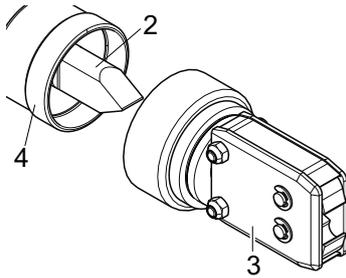
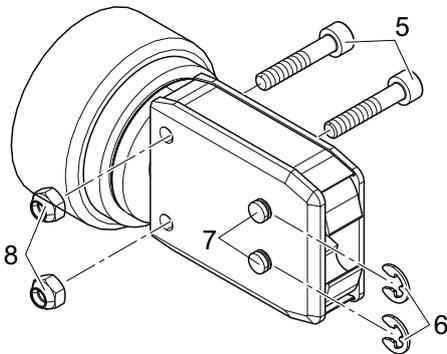
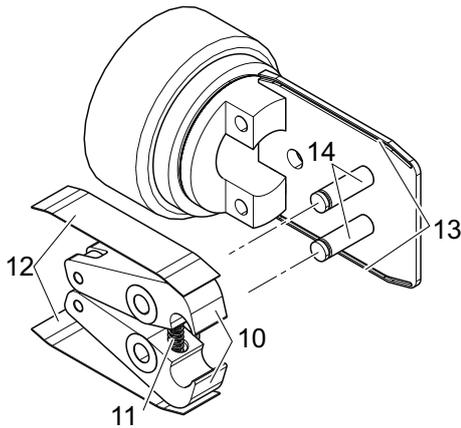

Abb. 26: Abziehen des Zangenkopfes
Abb. 27: Auseinanderbauen des Zangenkopfes
Abb. 29: Einsetzen der Zangenbacken
- Ziehen Sie den Zangenkopf (Abb. 26/3) von der Klemmenzange (Abb. 26/4) ab.
Der Stößel (Abb. 26/2) verbleibt in der Klemmenzange (Abb. 26/4).
- Entfernen Sie die beiden Sicherungsscheiben (Abb. 27/6) vom Zangenkopf (Abb. 26/3).
Schieben Sie die Stifte (Abb. 27/7) nicht zurück!
- Schrauben Sie beiden Sechskantmutter (Abb. 27/8) von den Sechskantschrauben (Abb. 27/5) ab.
7. Entfernen Sie die Druckfeder (Abb. 29/11), die Abdeckplatte (Abb. 29/12) und die Zangenbacken (Abb. 29/10).
8. Schmieren Sie die Ersatz-Zangenbacken (Abb. 29/10) und die Druckfeder (Abb. 29/11) aus dem Backen-Ersatz-Kit sowie die Stifte (Abb. 29/14) mit Spezialschmiermittel RENOLIT LX 2 und setzen Sie die neuen Backen und die Feder ein.
9. Montieren Sie alles wieder in umgekehrter Reihenfolge mit neuen Sicherungsscheiben (Abb. 27/6).
10. Kontrollieren Sie die Beweglichkeit der Zangenbacken (Abb. 29/10).
Der Stößel (Abb. 26/2) muss zwischen den beiden Zangenbacken (Abb. 29/10) liegen.